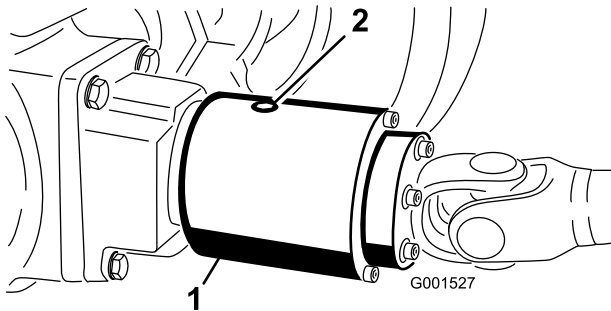

Figura 61
3. Gire el embrague para alinear el tapón de verificación en la posición de las 6 en punto. (Figura 61).